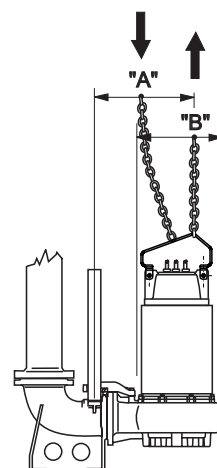

Fig. 2
- 1.5. - Volendo estrarre l'elettropompa dalla propria sede occorre innanzitutto disconnettere i cavi elettrici dal quadro di comando ed operare il sollevamento come indicato a pag. 13 (Fig.2). Lavare con getto d'acqua pulita esternamente ed internamente l'elettropompa da ogni possibile residuo del liquido pompato avendo cura di usare occhiali antinfortunistici, guanti in gomma, mascherina e grembiule impermeabile.